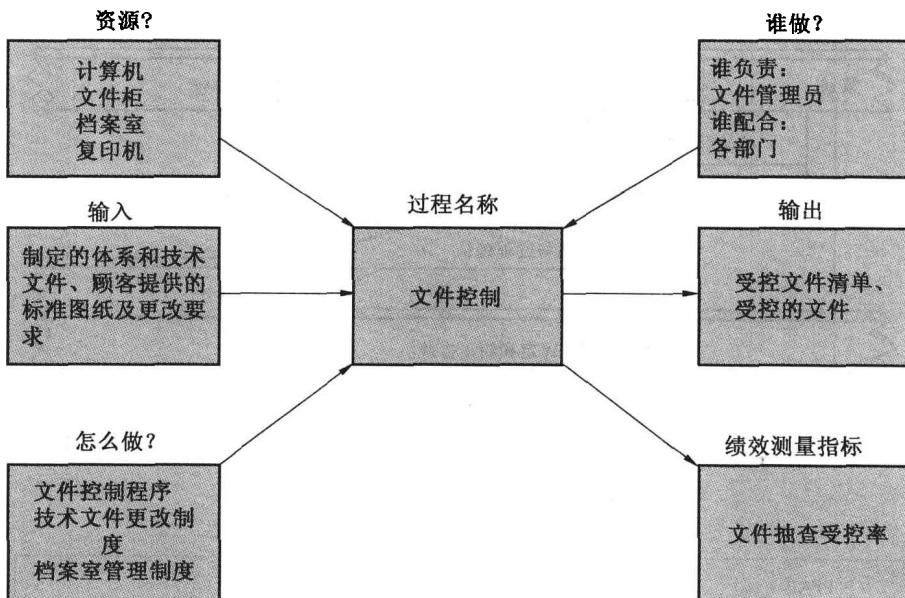

图 1-5 过程分析(乌龟图)
- 采用过程方法。过程分析(乌龟图)在 APQP 中的运用,见图 1-5。